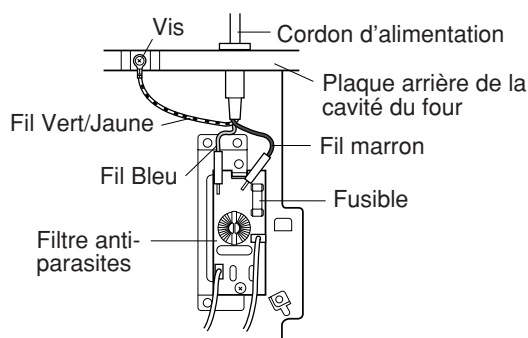

Figure C-4. (a) Remplacement du cordon d'alimentation
4. Détacher la butée de cordon de montage du cordon d'alimentation des orifices carrés de la plaque arrière de la cavité du four, en se reportant à la figure C-4 (b).